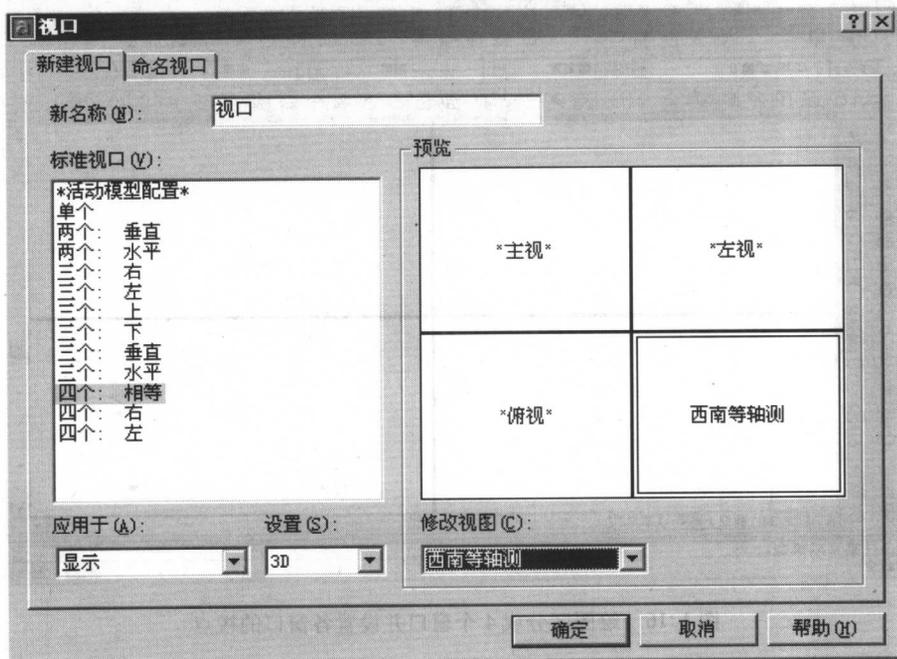
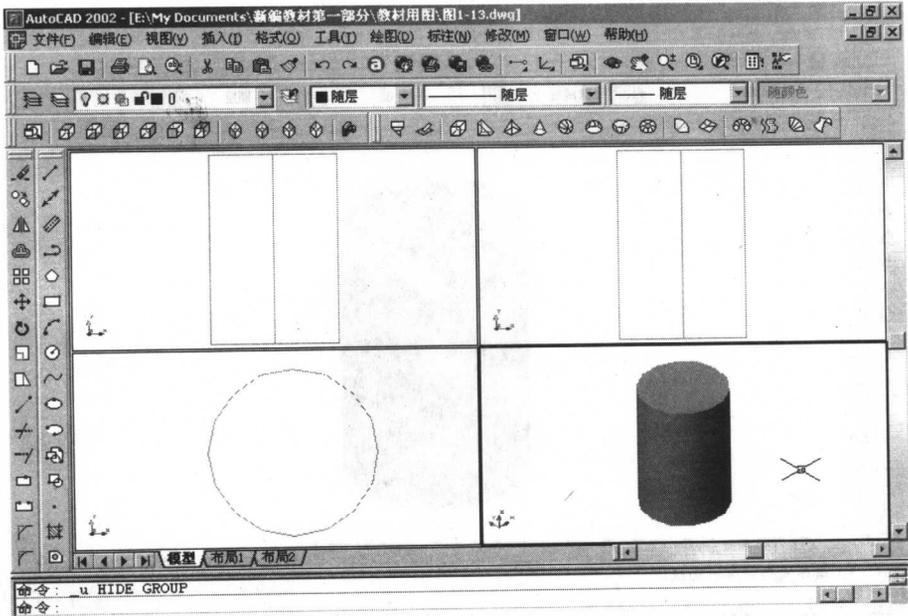

图 1.14 “视口”对话框
图 1.15 从 4 个不同视点观察圆柱体
②设置 4 个视口。输入视口 (VPORTS) 命令, 打开“视口”对话框, 如图 1.14 所示。在“新名称”后的编辑框中输入一视口名, 在“设置”下拉框中选择“3D”, 然后在“标准视口”中选择“四个: 相等”。在预览框中激活左上视口, 最后在“修改视图”下拉框中选择“主视”, 依此类推, 分别将其余视口设置为“左视”、“俯视”和“西南等轴测”。单击【确定】按钮, 绘图区域如图 1.15 所示。